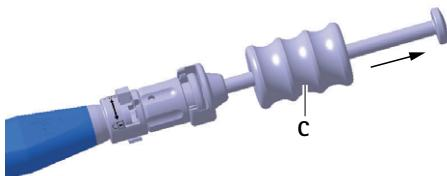

Fig. 6 Estrazione dell'impianto di prova/impianto con il martello
- ▶ Estrarre l'impianto di prova **D** con cautela con il martello **C** dalla cella del disco intervertebrale, vedere Fig. 6.
- ▶ Estrarre l'impianto a con cautela con il martello C dalla cella del disco intervertebrale, vedere Fig. 6.